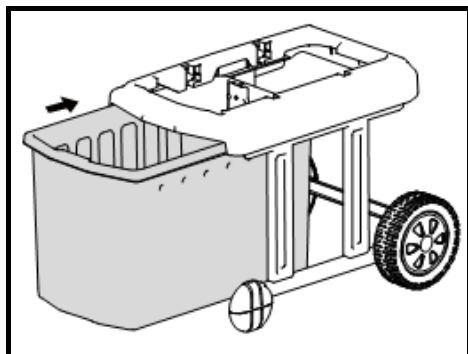

Rys. 5
4. Umocować przednie koła na ramie podstawy za pomocą dwóch śrub. (Rys. 5)